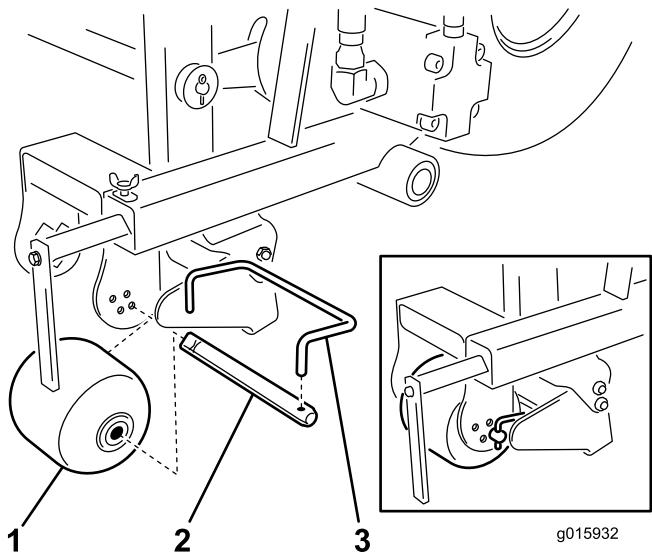

Figure 20
3. Retirez la tige de racloir sur l'axe de galet (Figure 20)
- 4. Déposez l'axe du galet (Figure 20).